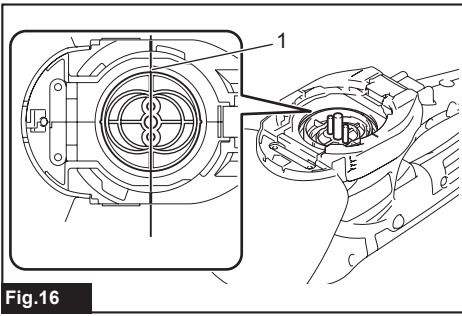

Fig.16
► **Abb.16:** 1. Kohlebürstenkappe